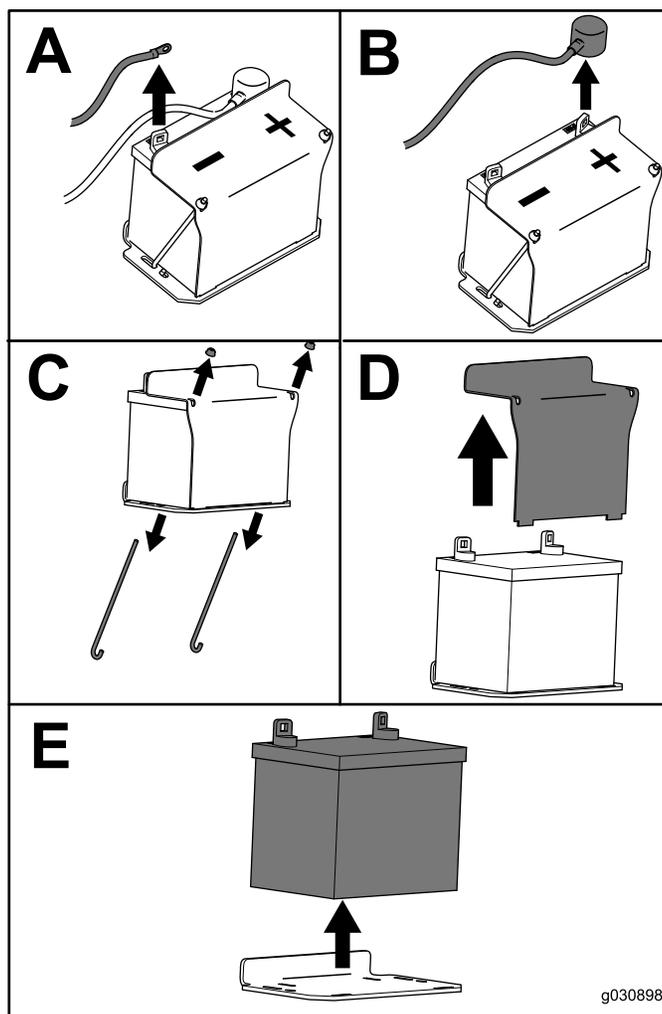

Figure 46
3. Retirez la batterie, comme montré à la Figure 46.